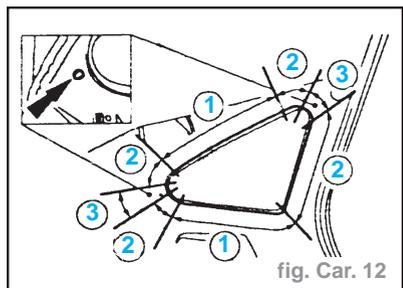

fig. Car. 12
- Chauffer l'adhésif au polyuréthane (PU) si nécessaire.
- De l'intérieur de véhicule, couper l'adhésif PU aux profondeurs maximum données. Utiliser les lames indiquées conformément aux instructions du fabricant de l'outil. (fig. Car. 12)
- **20 mm** (1)
- **50 mm** (2)
- **80 mm** (3)